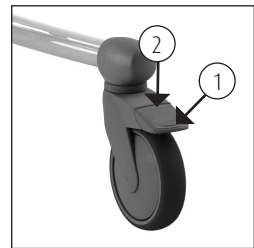

Abbildung 2. Schwenkbares Rad.
- Der Reflex Stuhl kann gebremst werden, indem die blaue Lippe (1) an der Rolle nach unten gedrückt wird (*Siehe Abbildung 2*).
- Um die Bremse des Reflex Stuhls zu lösen, muss dieselbe Lippe von der Rolle entfernt werden, indem mit dem Fuß die Oberseite der Lippe (2) nach unten gedrückt wird (*Siehe Abbildung 2*).